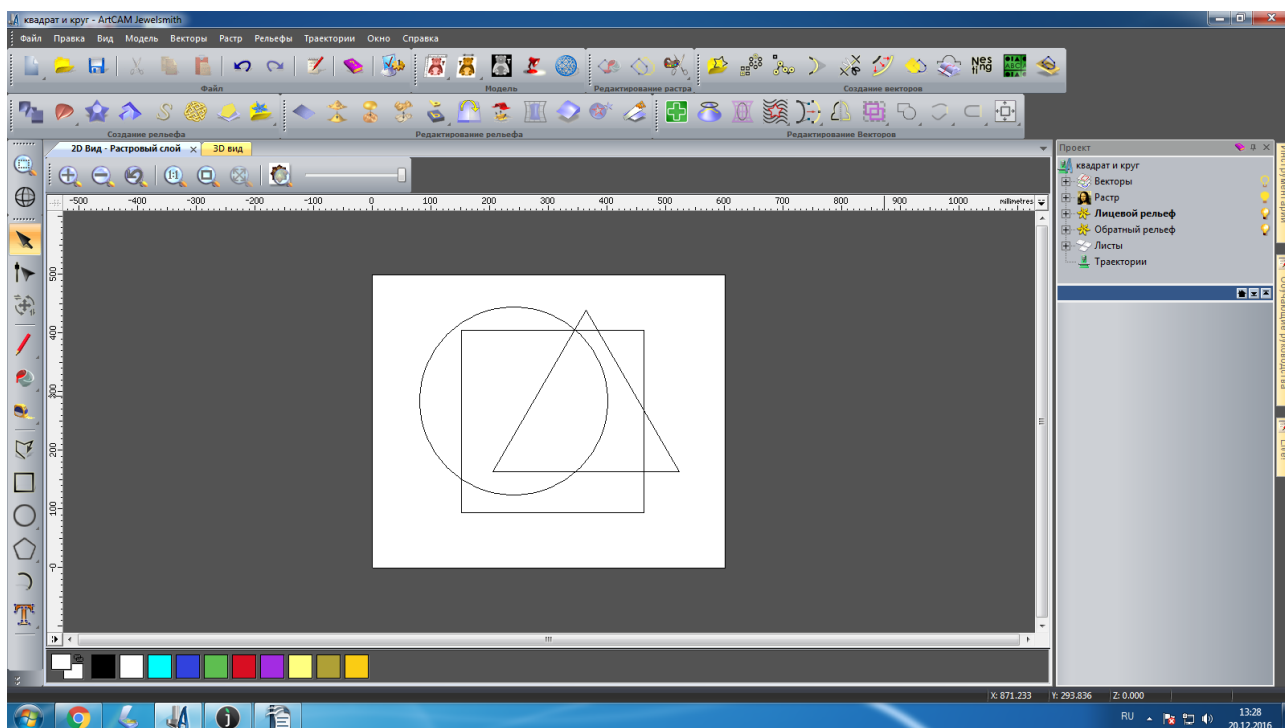

Рисунок 12. Фигура готова.
12. Щелкните левой кнопкой мыши в любой точке модели, кроме контрольных точек, чтобы создать треугольник, рисунок 12.